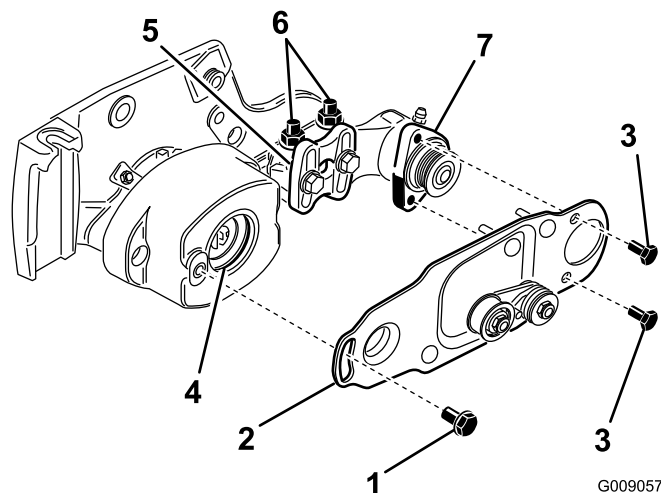

Рисунок 17
7. Выверните два колпачковых винта крепления поворотной пластины щетки катка к корпусу подшипника (Рисунок 17).
8. Выверните болт с буртиком, который крепит поворотную пластину щетки катка к корпусу подшипника (Рисунок 17).
9. Снимите поворотную пластину вместе с присоединенным узлом натяжного шкива (Рисунок 17).